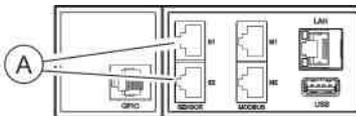

Abb. 25: Sensor-Anschluss S1/S2
- Stecker vom Sensor in den Anschluss S1 oder S2 an der PDU einstecken (Abb. 25/A).